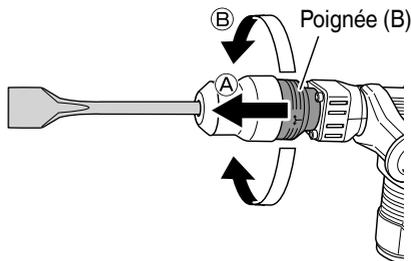

Fig. 8
- (1) Comme indiqué sur la Fig. 8, si l'on tourne la poignée (B) dans le sens (B) de telle sorte que la poignée (B) glisse dans le sens (A), il sera possible de modifier librement l'angle de la lame sur n'importe quelle position.